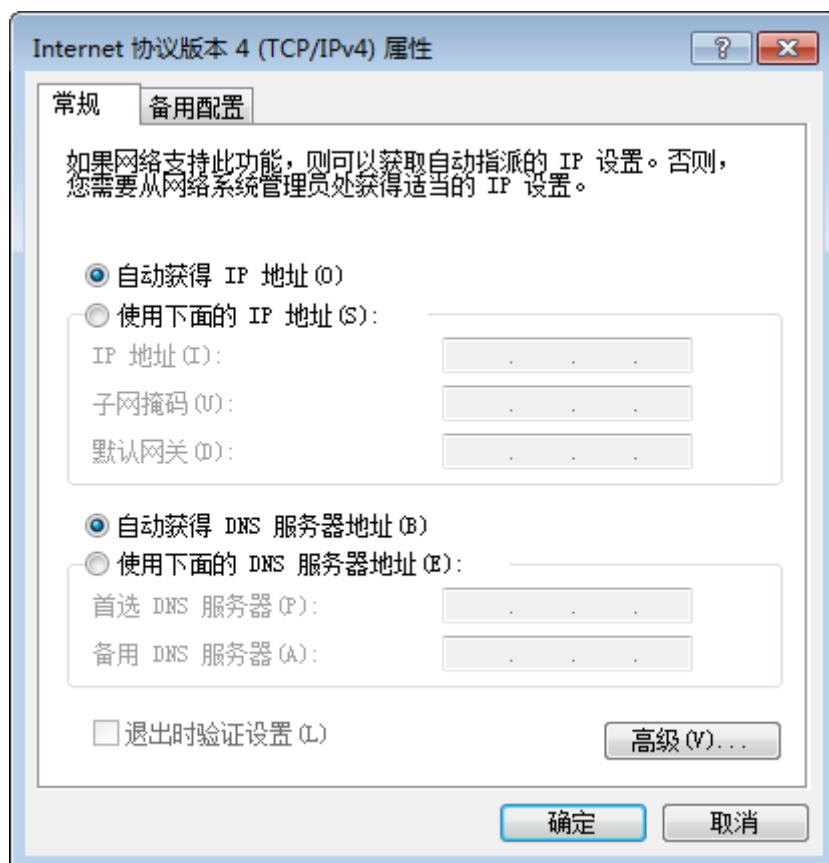

图4-2 本地网卡配置
1. 依次打开电脑上的控制面板》网络和 Internet》网络和共享中心》更改适配器配置，选择对应的网卡，将网卡配置成自动获得 IP 地址或手动分配与相机同一网段地址，如图 4-2 所示。